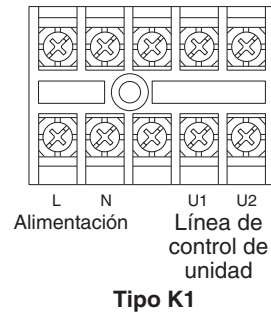

Fig. 4-2
- (1) Consulte la sección 4-2. "Longitud de cables y diámetro de cables recomendados para el sistema de alimentación" para la explicación de "B", "C", "D" y "E" en los diagramas anteriores.
- (2) El diagrama de conexiones básicas de la unidad interior muestra las tarjetas de terminales, por lo que las tarjetas de terminales de su equipo pueden ser distintas de la ilustrada. (Fig. 4-2)
- (3) Deberá ajustarse la dirección del circuito de refrigerante (R.C.) antes de conectar la alimentación.
- (4) Con respecto al ajuste de la dirección R.C., consulte las instrucciones de instalación suministradas con el mando a distancia (opcional). El ajuste de la dirección automática se puede ejecutar con el mando a distancia de forma automática. Consulte las instrucciones de instalación suministradas con el mando a distancia (opcional).